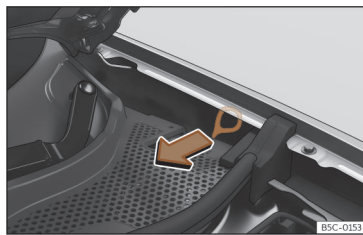

Fig. 59 Entre a lateral esquerda e a dobradiça do capô do motor Puxador para o desbloqueio manual de emergência do conector de carregamento.
O puxador para o desbloqueio manual de emergência encontra-se no lado esquerdo do compartimento do motor, por cima da tomada de carregamento >>> **Fig. 59.**
- Puxe a alavanca >>> **Fig. 59.**